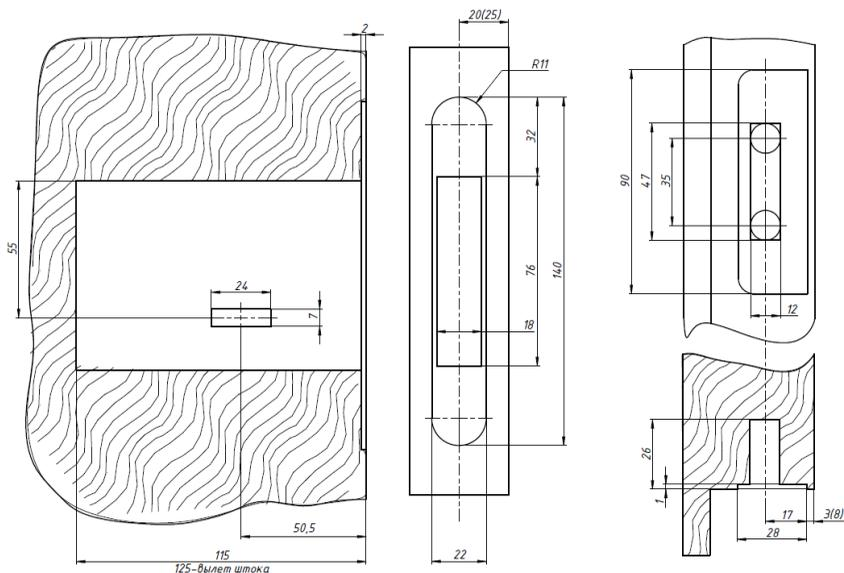

Рис.3
1. Произвести разметку и оформление необходимых отверстий на двери и косяке, как показано на рис.3 (для двери толщиной 40 мм). Для двери толщиной 50 мм размеры указаны в скобках.